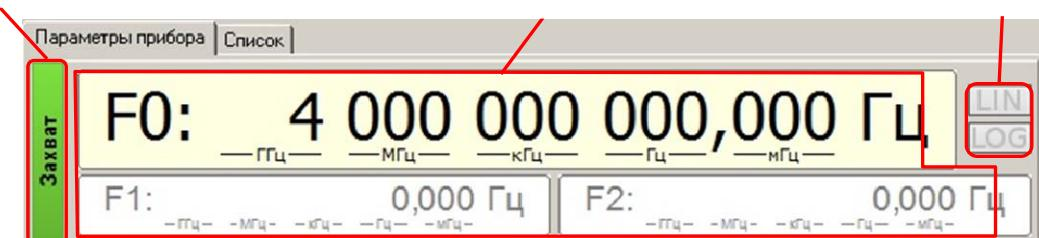

Рисунок 6.15 – Параметры частоты
В параметрах частоты (рисунок 6.15) отображается:
1) в режиме «Фиксированная частота и мощность» и «Сканирование по мощности» отображается **F0** – значение текущей частоты, поля **F1** и **F2** затенены (рисунок 6.15);
в) режим сканирования – отображает закон изменения частоты линейный **LIN** или логарифмический **LOG**. В режиме «Фиксированная частота и мощность» оба индикатора затенены (рисунок 6.15).